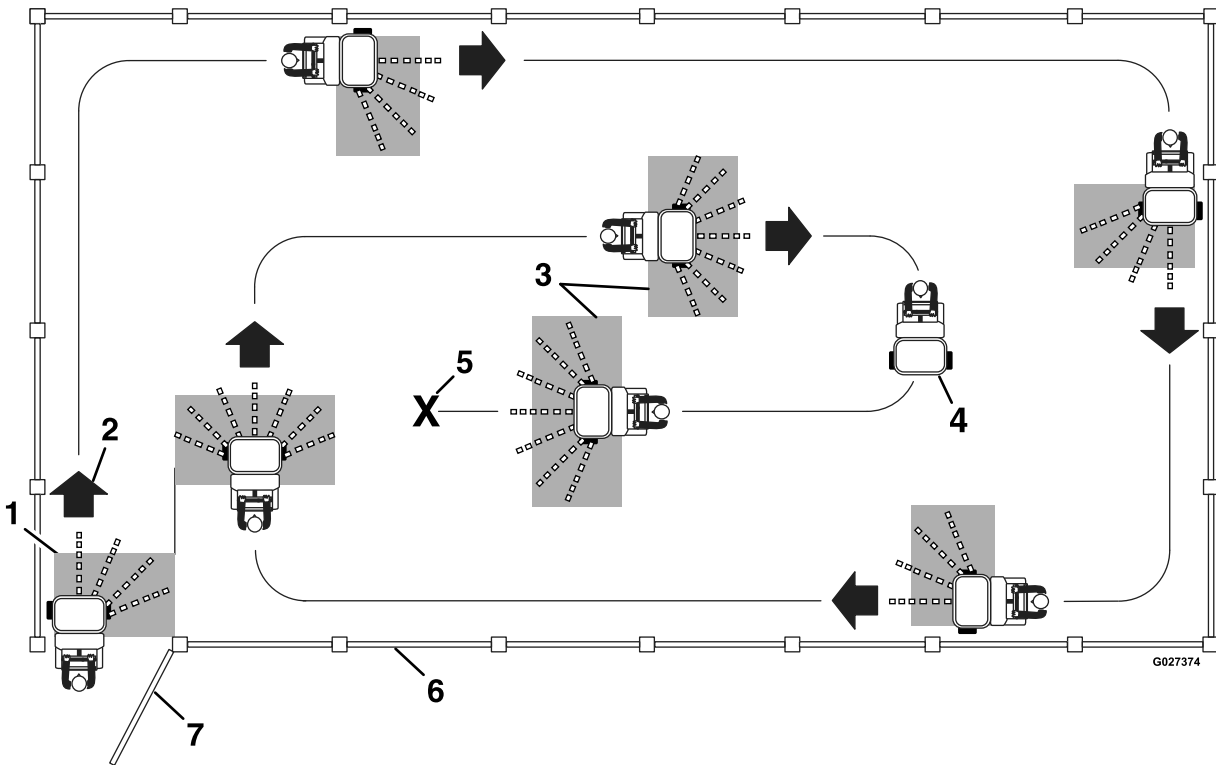

Figure 41
- Pour assurer une application uniforme, empiétez légèrement sur le passage précédent, comme montré à la Figure 41.